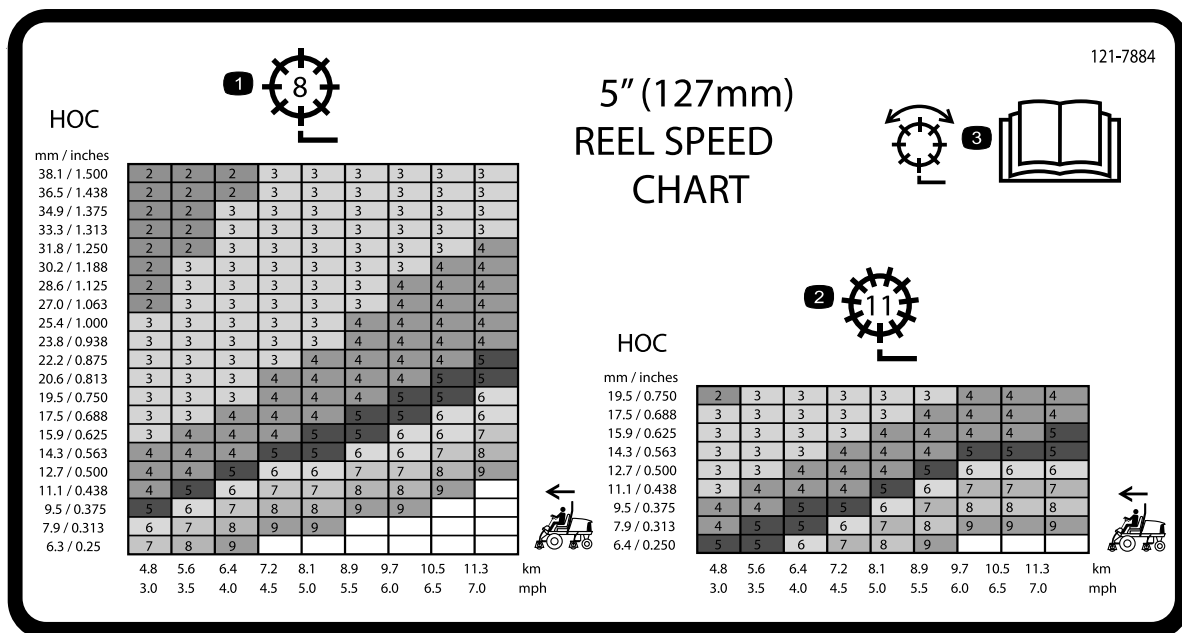

図 31
3. リール速度チャート（図 31）を参考にして、適切なリール速度に設定してください。